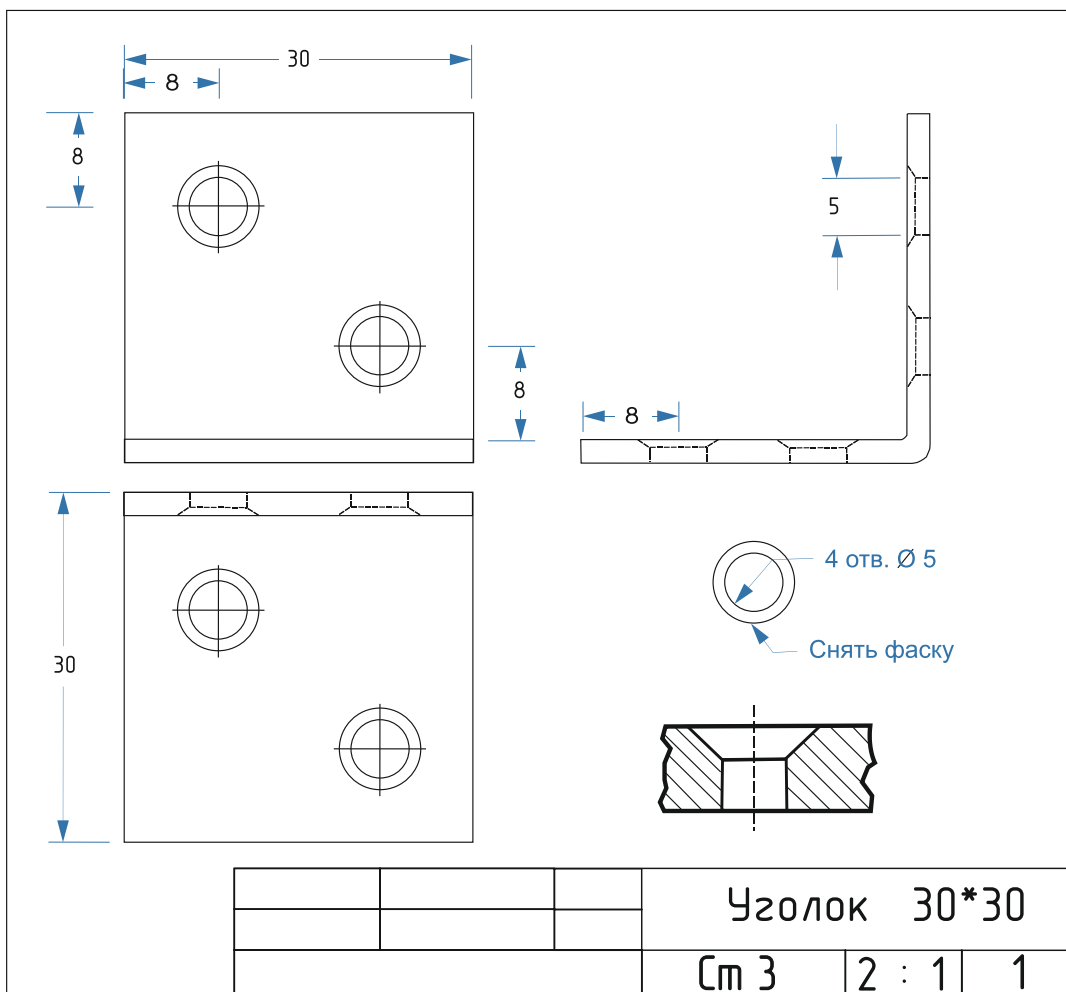

Рис. 1. Чертеж Уголок 30x30
2. По чертежу изготовить Уголок 30x30 (рис. 1).